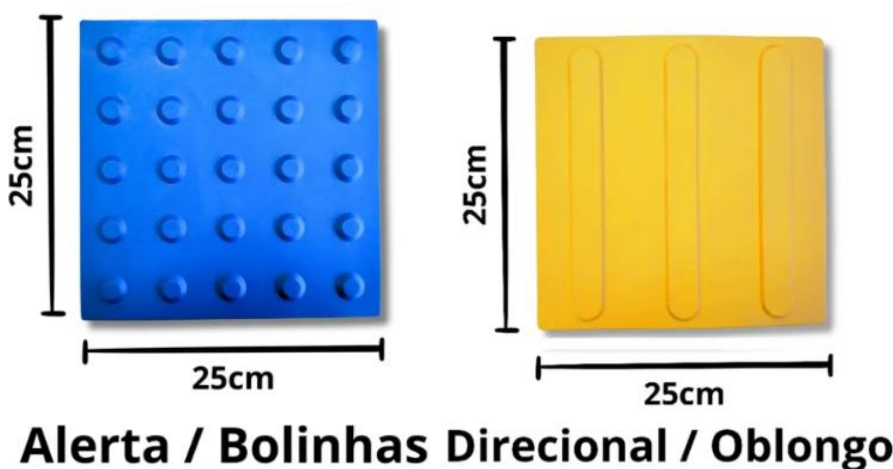

Figura 1: Pisos táteis alerta e direcional. Fonte: Google.
- Os pisos táteis deverão ser coloridos, conforme a figura 1 a seguir;